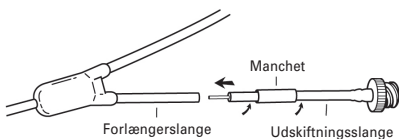

Fig. 12
3. Enden på udskiftningsslangen er udstyret med en præladet metalkanylen. Metalkanylen skydes ind i forlængerslangen med en skruende bevægelse, indtil udskiftningsslangen er ca. 2-3 mm fra forlængerslangen (fig. 12).